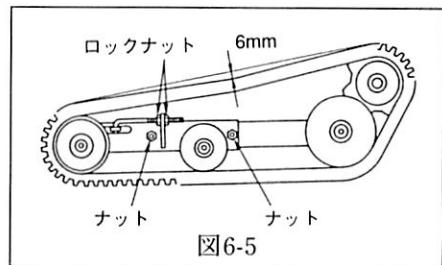

図6-5
クローラの張りは、中央部においてタワミ量が6mmを標準とします。(図6-5参照) 調整の必要がある場合には、次の手順に従ってください。
- ①アイドラフレームのナットと、テンションロッドのロックナットを緩めます。(図6-5参照)
- ②テンションロッドのナットによりクローラの張りを調整してください。
- ③規定の張りが調整できたら、アイドラフレームのナットとテンションロッドのロックナットを固くしめてください。